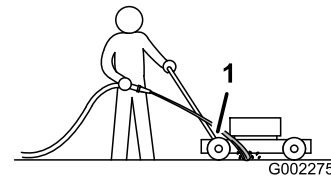

Figure 20
3. Tenez le tuyau d'arrosage à hauteur du guidon et dirigez le jet d'eau vers le sol, juste devant la roue arrière droite (Figure 20).